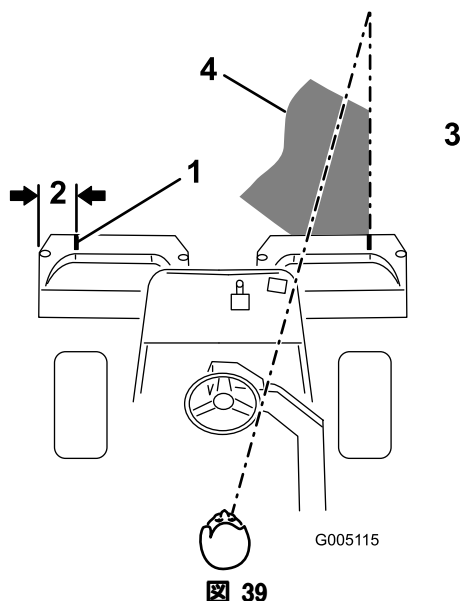
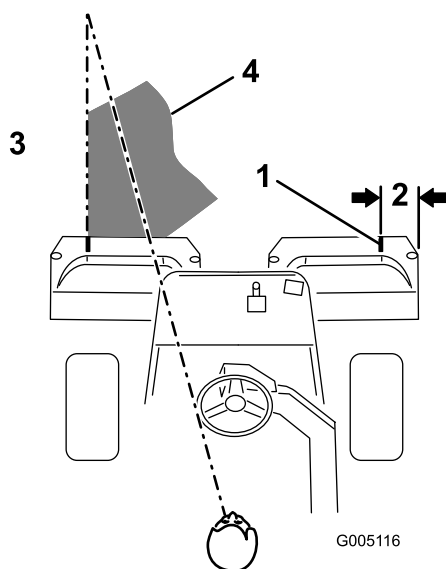

図 39
図 40
2. その位置に白色テープか白ペンキで集草箱の縁と平行に目印を入れる（図 39）。
- 行きと帰りでのオーバーラップができるだけ小さくなるように運転します。隣の列との距離を一定に保って直進するには、本機の前方向約2~3mを視野に捕らえておくのがポイントです(図39および図40)。ハンドルを目印にして距離を合わせても良いでしょう。その場合、ハンドルの縁と本機前方の目標ラインとを重ねて見ながら運転します(図39および図40)。